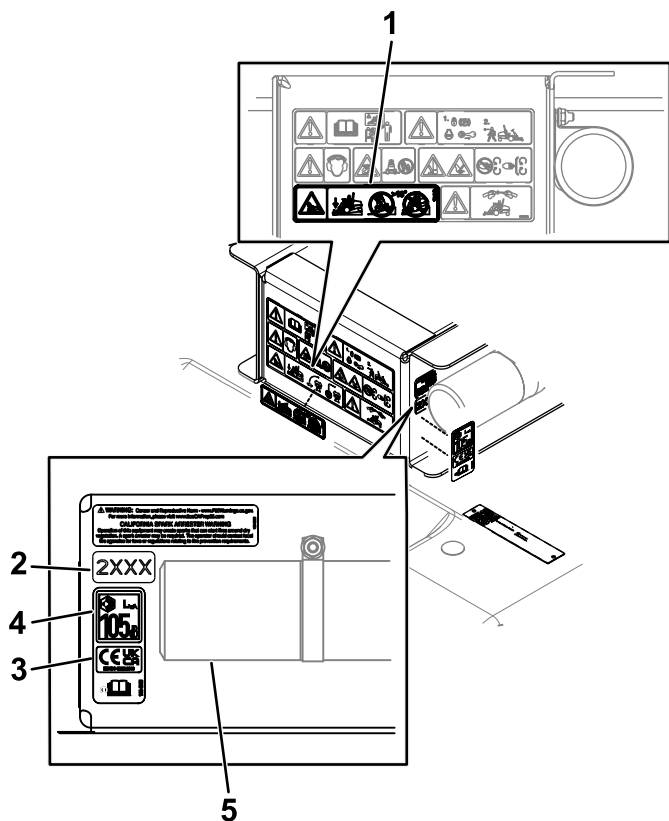

Figura 6
3. Instale o autocolante de declive (Peça n.º 144-3952) no local do autocolante de aviso existente como se mostra na Figura 6.
- Instale o autocolante CE e de ruído (Peça n.º 144-4015), junto do autocolante do ano de fabrico como se mostra na Figura 6.